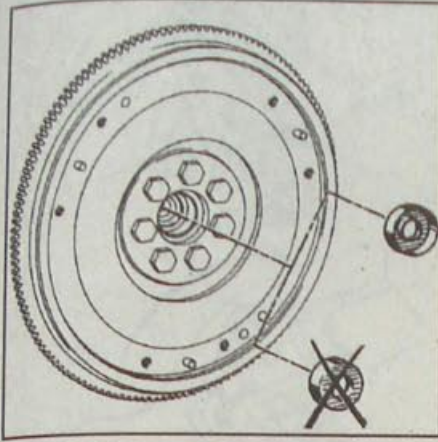

Рис. 5.4. Направление установки втулки в торце коленчатого вала
- Обратите внимание на положение втулки при установке и убедитесь в правильной установке втулки (рис. 5.4).